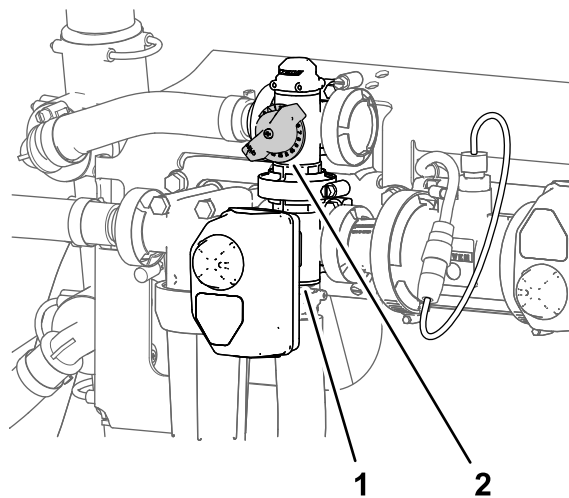

图 28
11. 调整搅拌阀背面的搅拌旁通阀 图 28 直至压力表上打药机系统压力读数为 6.89bar。